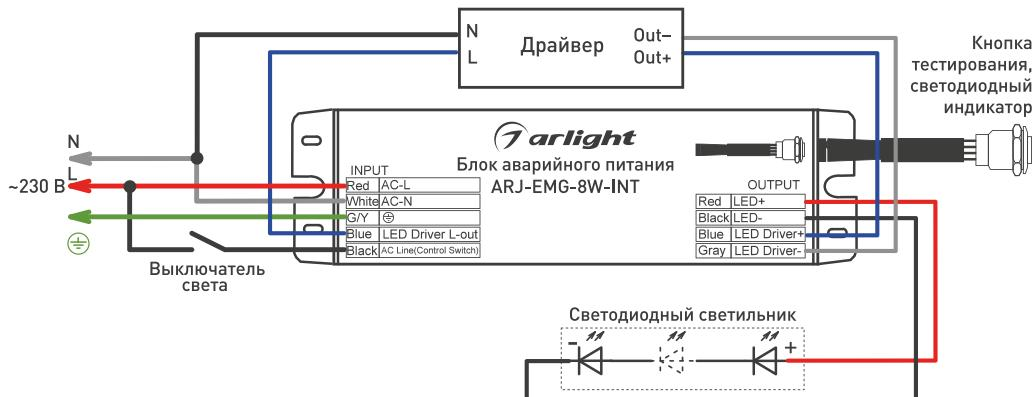

Рис. 1. Стандартная схема подключения
- 3.4. Подключите обесточенные провода электросети к источнику аварийного питания со стороны **INPUT**, сблюдая маркировку: **L** (фаза) — ко входу **AC L**, **N** (ноль) — ко входу **AC N**. Выключатель света должен быть подключен с одной стороны к **L** (фаза), а с другой — ко входу **AC Line (Control Switch)** (см. рис. 1).
- 3.5. Подключите сетевые выводы драйвера: **N** — к нейтрали сети, **L** — к сетевому проводу **LED Driver L out** блока аварийного питания, как показано на рис. 1.